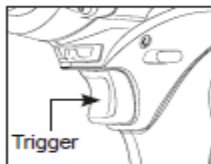

Fig. 5
- Om het gereedschap te starten, drukt u gewoon de startknop in. De snelheid van het gereedschap wordt verhoogd door de druk op de startknop te verhogen. Laat de startknop los om te stoppen. (Fig. 5)